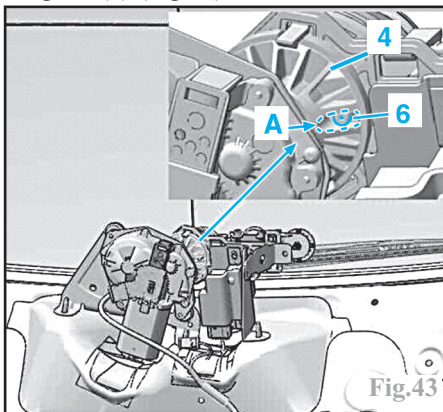

Fig.43
Fermer la glace en prenant soin de bien positionner l'index (6) dans l'ajourage (A) du galet (4) (Fig.43).